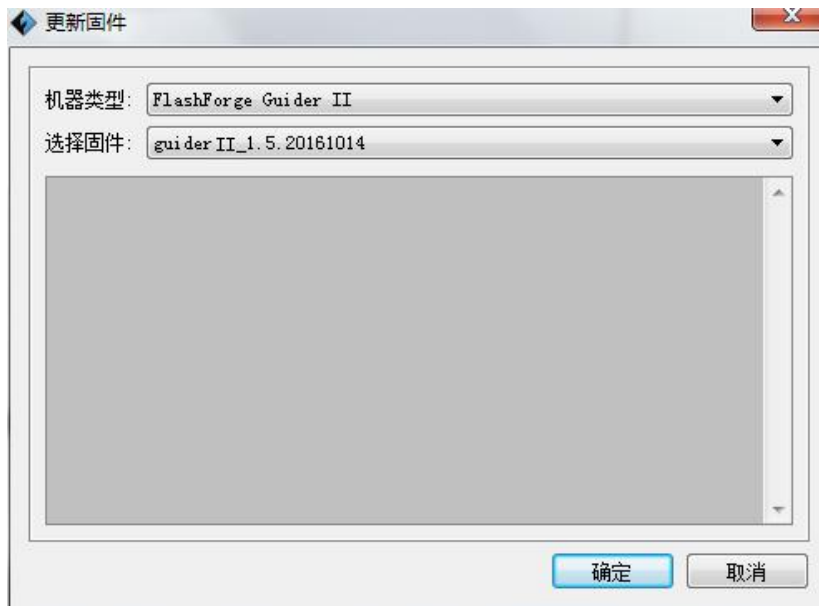

图 6-43
**步骤 2：**（图 6-43）在更新固件对话框中，选择相应的机器类型和固件版本并点击[确定]按钮。确认打印机处于空闲状态(不执行任何操作)后，软件会自动为打印机更新固件。